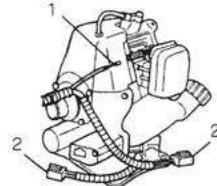

図45
①フレキシブルライナーをエンジンから外し、スロットルワイヤー(1)、コネクター(2)の接続を外しておきます。(図45)